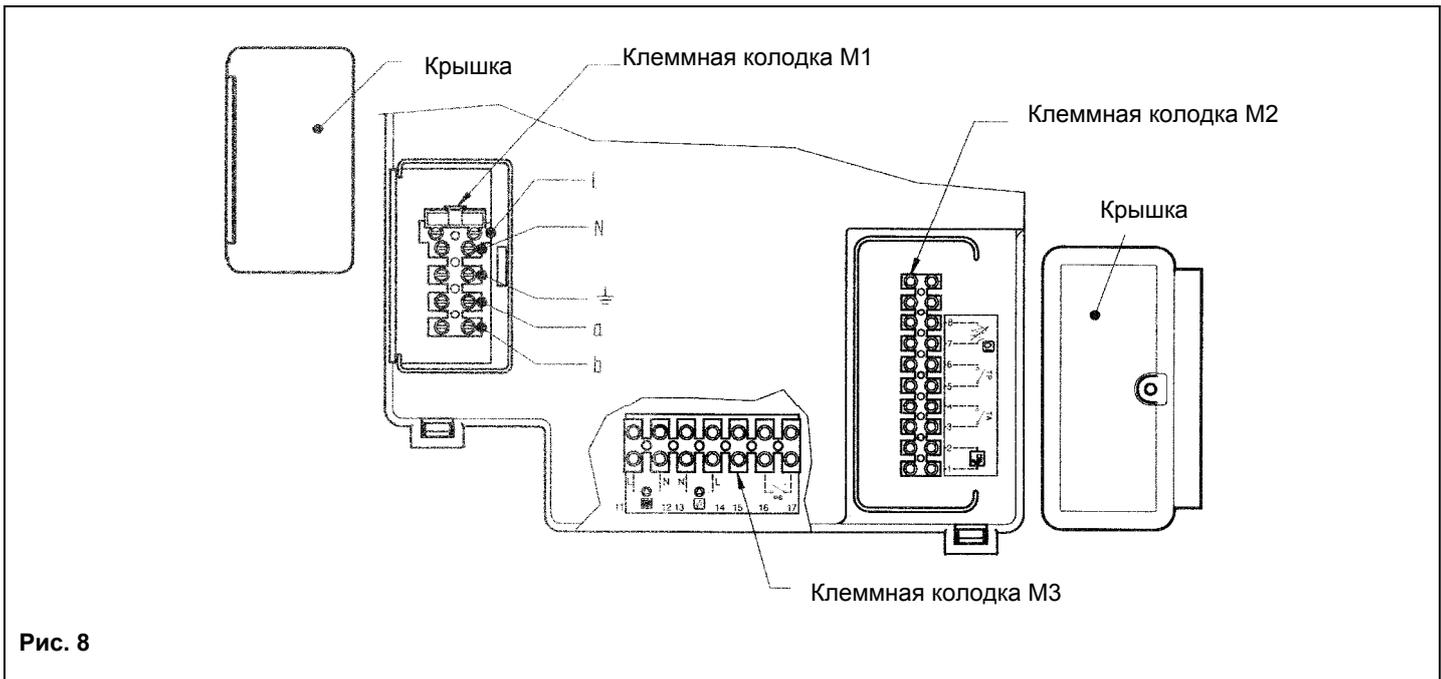

Рис. 8
- В клеммную колодку встроен плавкий предохранитель на 3,15А (см. Рис. 8). Для его проверки или замены вынуть черный держатель предохранителя.
Чтобы получить доступ к клеммным колодкам M1 и M2 поверните панель управления вниз и снимите две предохранительные крышки. (см. Рис.8).
Климатический регулятор фирмы SIEMENS модели QAA73 (заказывается отдельно) присоединяется к клеммам 1-2 клеммной колодки M2 (Рис.8), предварительно необходимо удалить перемычку между клеммами 3-4.
Датчик уличной температуры фирмы SIEMENS модели QAC34 (заказывается отдельно) подсоединяется к клеммам 7-8 клеммной колодки M2 (см. Рис.8).